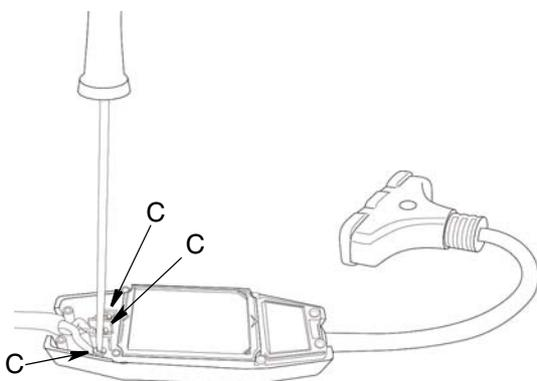

Рис. 13
3. Отвинтите три винта с крестовым шлицем #2 (C) и отсоедините черный, белый и зеленый провода от клемм GFCI (Рис. 13).
2. Подсоедините зеленый провод от шнура к зеленой клемме модуля GFCI. Подсоедините черный провод от шнура к латунной клемме. Подсоедините белый провод от шнура к серебристой клемме. Затяните три винта с крестовым шлицем #2 (C) (Рис. 13).